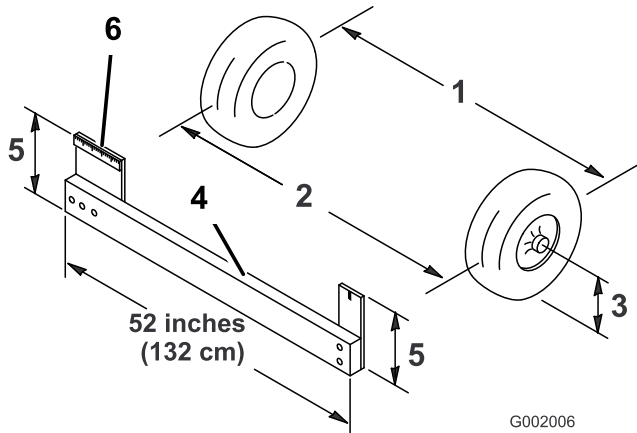

図 58
4. 前輪の前と後ろで、左右のタイヤの中央線間距離を測る ; 計測はアクスルの高さで行う(図 58)。前輪の後ろで、アクスルの高さで測定を行うには市販または手製のトーイン測定器が必要となる。前後の計測とも同じ道具を使用し、アクスルの高さで正しく測定すること(図 58)。